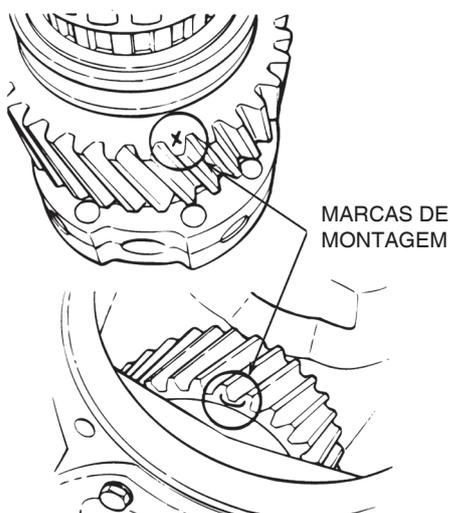

Figura 5.79
4. Verifique se as marcas de alinhamento pintadas nos dentes das engrenagens helicoidais estão visíveis durante a instalação do conjunto do eixo de entrada. Figura 5.79.